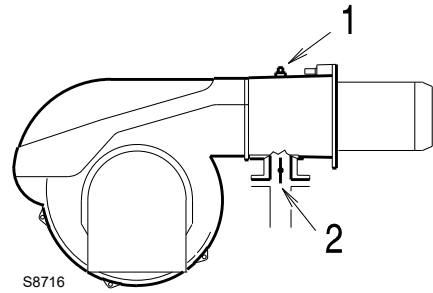

Abb. 24
Gasdruck, an der Entnahmestelle 1)(Abb. 24) gemessen mit:
Strömungsverlust Gasdrossel 2)(Abb. 24) bei maximaler Öffnung: 90°.
- Ziehen Sie vom Gasdruck am Anschluss 1)(Abb. 24) den in der Brennkammer vorhandenen Druck ab.
\text{Gasdruck an der Entnahmestelle 1)(Abb. 24)} &= 16 \text{ mbar} \\
Um hingegen den an der Entnahmestelle 1)(Abb. 24) erforderlichen Gasdruck zu ermitteln, nachdem die maximale Modulationsleistung festgelegt wurde, bei der Brenner arbeiten soll:
- rechts, in Spalte 1, den Druck an der Entnahmestelle 1)(Abb. 24) ablesen.
An der Entnahmestelle 1)(Abb. 24) erforderlicher Druck.